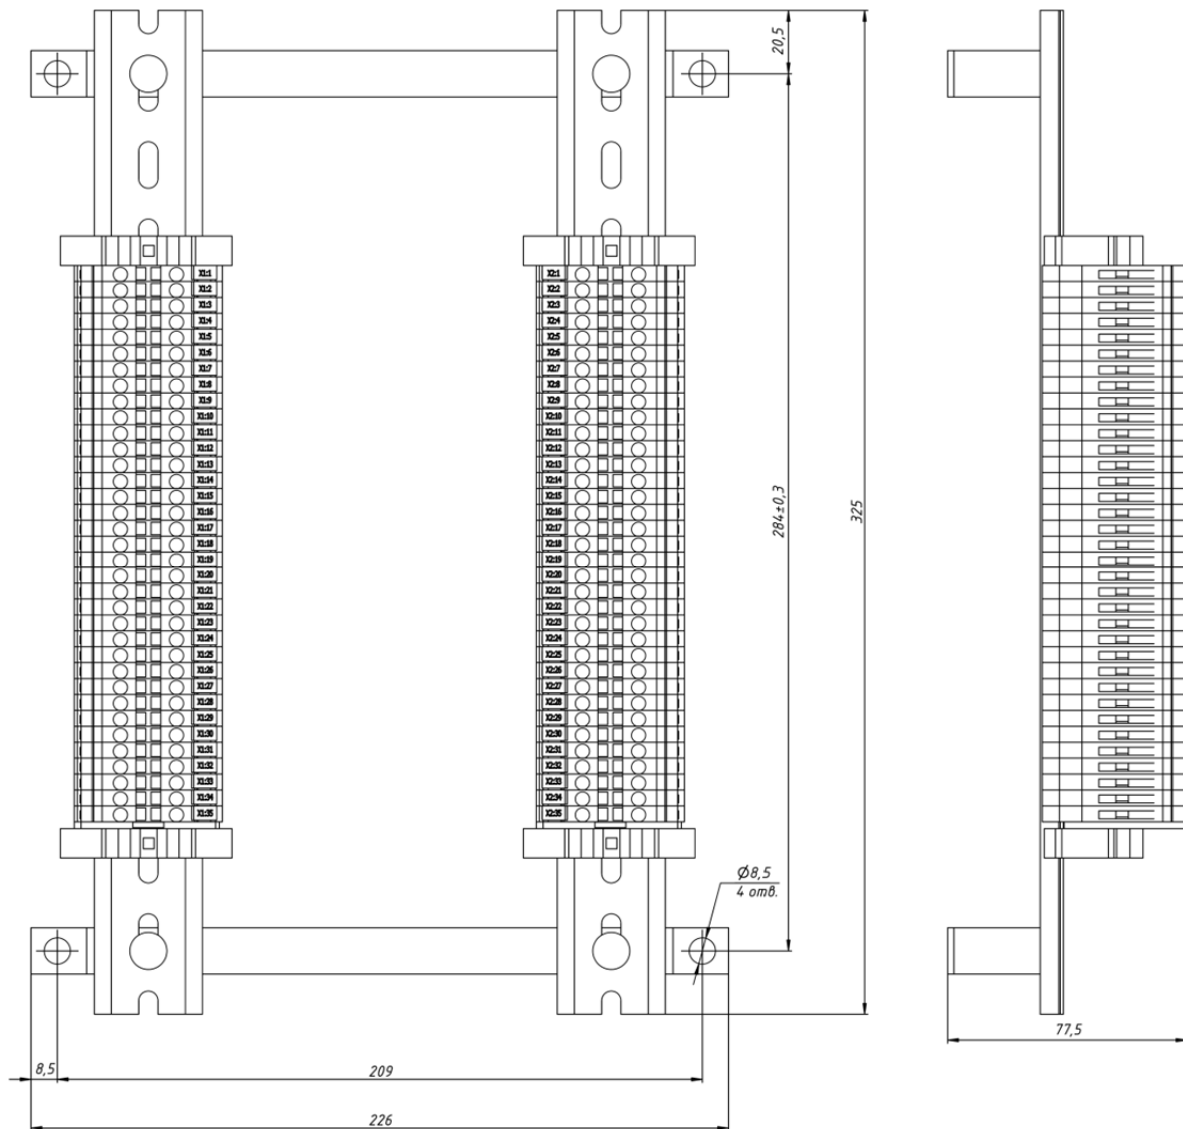

Рис. 1.9 Габаритные размеры рейки с клеммниками.
2.3.4 Для варианта исполнения Г закрепить рейку с клеммниками четырьмя болтами М6, согласно разметке, указанной на рис. 1.9.